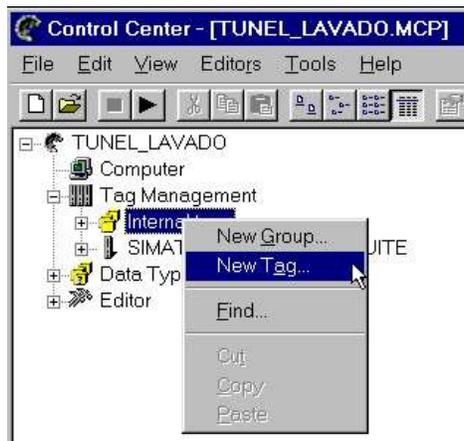

Imagen 4.4.
- Expandir la rama “Tag Mangement” y seleccionar “Internal tags” con el botón derecho del raton. (Ver Imagen 4.4.)